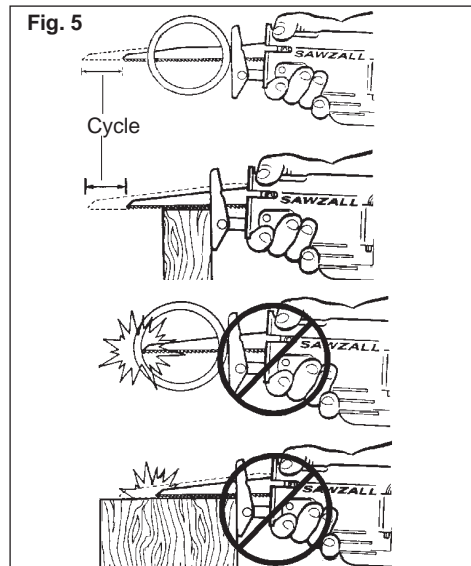

Fig. 5
**AVERTISSEMENT** Pour minimiser les risques de blessures assurez-vous que la course de la lame excède la semelle et l'épaisseur du matériau tout au long du cycle de coupe (Fig. 5). La lame pourrait voler en éclat si elle vient en contact avec la semelle ou le matériau.